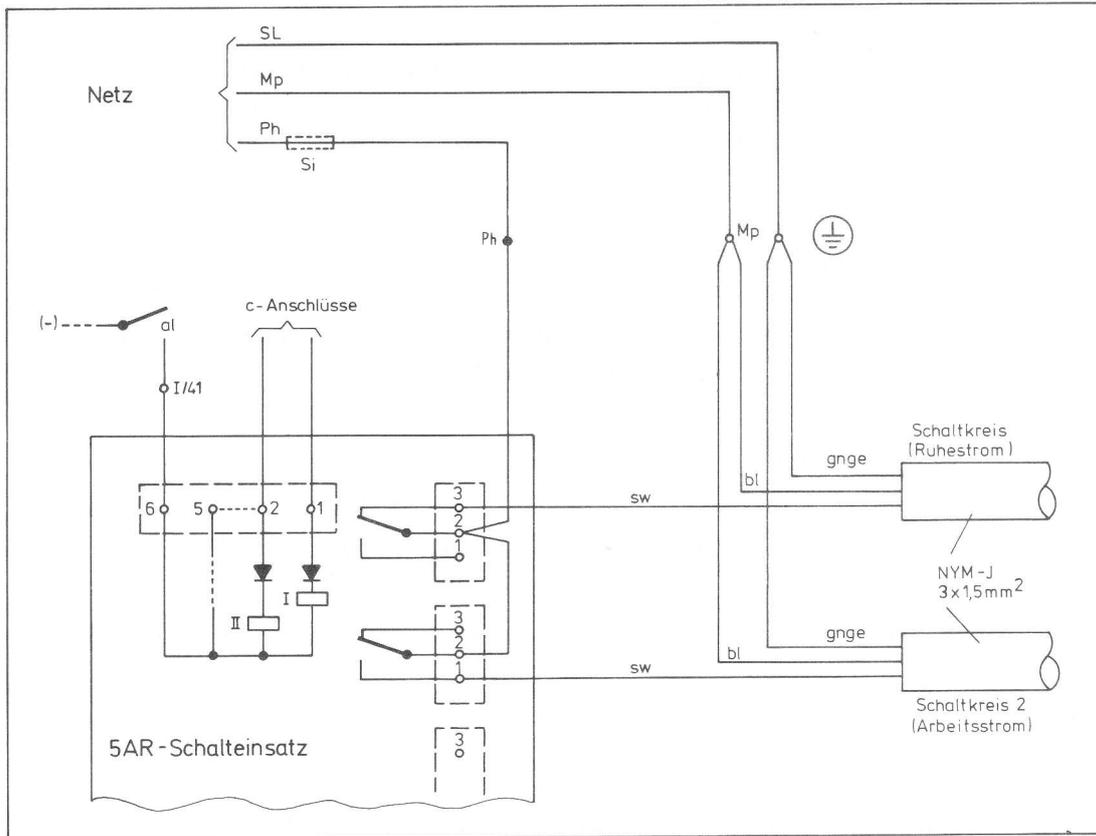

Bild 8 Anschluß des 5AR-Schalteinsatzes bei Starkstromsteuerung (Beispiel)
6.2.1. Starkstromsteuerungen (Bild 8)